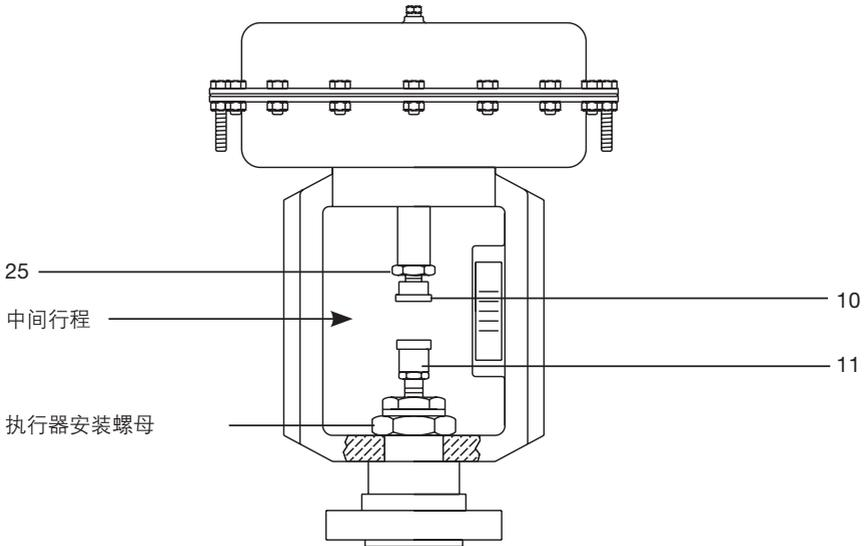

图8
- 松开并取下执行器的安装螺母（图8），将执行器从阀门上抬起拿下。